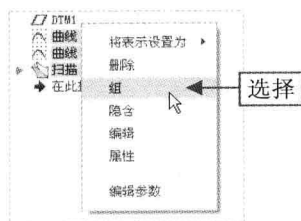

图 14-53 选择“组”命令
Step 10 按住【Ctrl】键的同时,在模型树中选择“曲线 1”选项、“曲线 2”选项和“倒圆角 1”选项,单击鼠标右键,在弹出的快捷菜单中选择“组”命令,如图 14-53 所示,新建一个组。